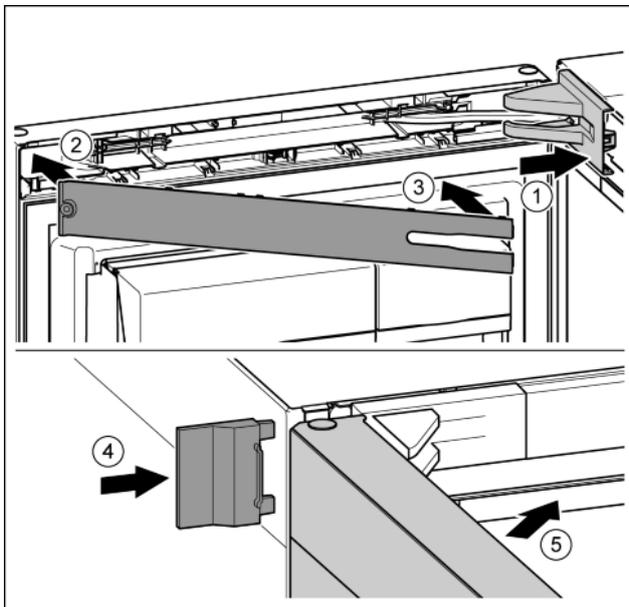

Fig. 46
- ▶ Applicare la copertura del blocco di supporto e inserirla a scatto, se necessario allontanarla con attenzione. Fig. 46 (1)
- ▶ Applicare la mascherina. Fig. 46 (2)
- ▶ Orientare verso l'interno la mascherina e innestare. Fig. 46 (3)
- ▶ Inserire spingendo la copertura esterna. Fig. 46 (4)
- ▶ Chiudere la porta superiore. Fig. 46 (5)